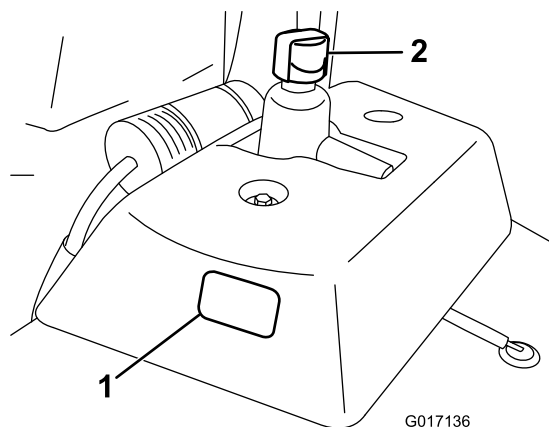

Figura 22
1. Coloque a máquina numa superfície plana. Certifique-se de que a máquina já arrefeceu para que o óleo esteja frio. Verifique o nível de óleo consultando a janela transparente situada ao lado do depósito de óleo (Figura 22). Se o nível de óleo se encontrar entre as duas marcas na janela transparente, o nível de óleo é suficiente.